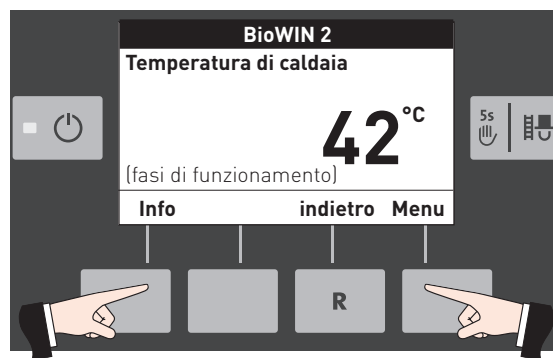

Fig. 6
- ▶ Premendo il tasto **Info** o il tasto **Menu** si passa in un sottomenu – Fig. 6.